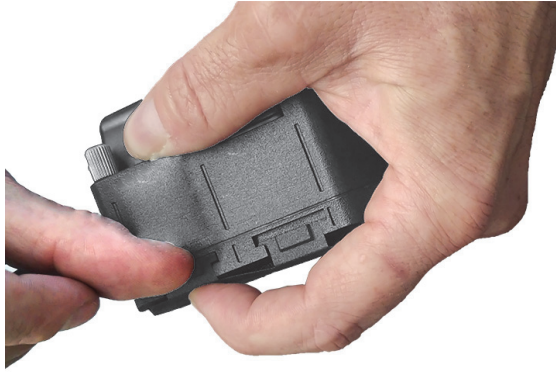

Figura 3-3 Rimozione della protezione della guarnizione
1. Premere la protezione della guarnizione nel telaio del supporto della sonda con una mano (vedi Figura 3-3 a pagina 62).